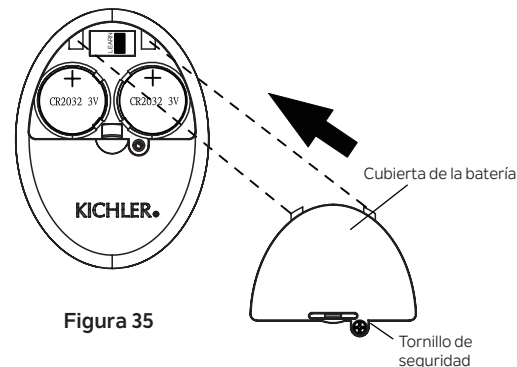

Figura 35
Vuelva a instalar la cubierta de la batería en la parte posterior del transmisor y apriete el tornillo de seguridad. (Figura 35)
Paso 3. Vuelva a instalar la cubierta de la batería y el tornillo de seguridad en la parte posterior del transmisor y apriete el tornillo de seguridad. **(Figura 35)**
Paso 3. Vuelva a instalar la cubierta de la batería en la parte posterior del transmisor y apriete el tornillo de seguridad. **(Figura 35)**